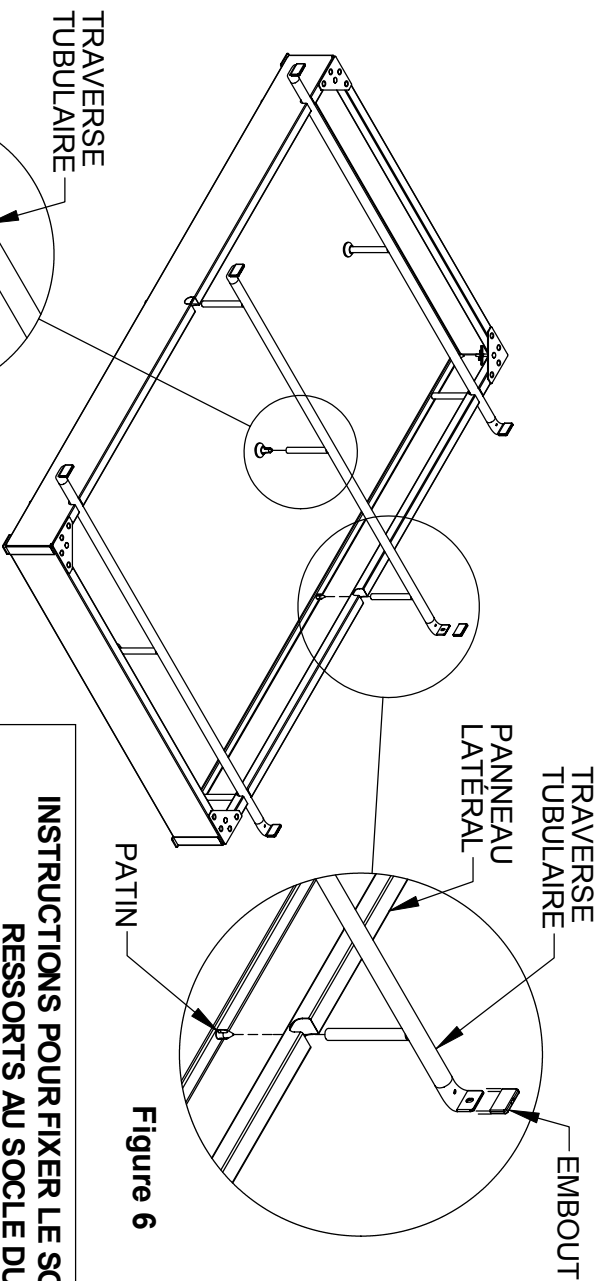

Figure 5
Étape 5 : Pour les lits jumeaux, sauter l'étape 5 et passer à l'étape 6. Pour les lits à deux places et les très grands lits : Appuyer sur le PATIN CENTRAL blanc rond pour l'insérer dans la base des pieds centraux, sur les TRAVERSES TUBULAIRES, tel qu'illustré à la Figure 5.